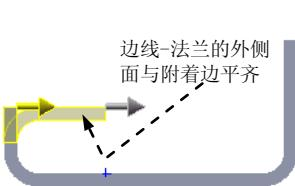

图 10.2.20 材料在内
- “材料在内”按钮 ：边线-法兰的外侧面与附着边平齐，如图 10.2.20 所示。